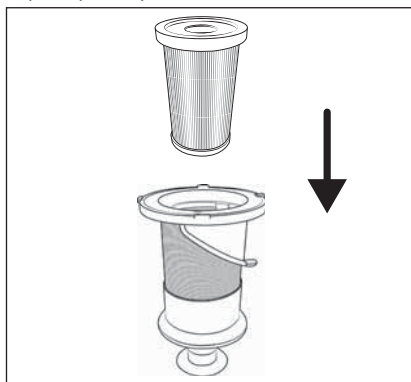

Rys. 26
- 6) Włóż filtr ze stali nierdzewnej **6** do pojemnika na zanieczyszczenia **7** i dociśnij go do końca w dół (patrz rys. 26). Zwróć przy tym uwagę na różne rozmiary zaczepów na filtry ze stali nierdzewnej **6**. Filtr ze stali nierdzewnej **6** może być dzięki tym zaczepom włożony do pojemnika na zanieczyszczenia **7** tylko w jednej pozycji.